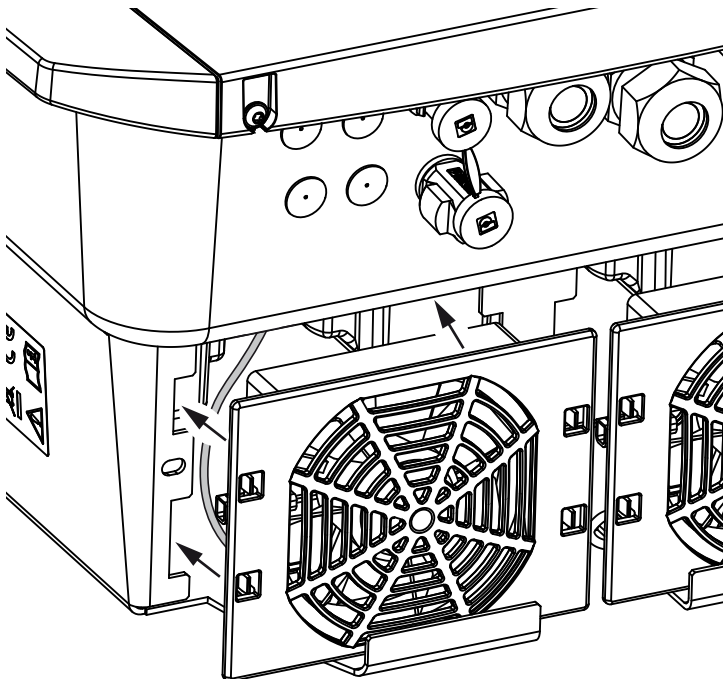

Abb. 56: Lüftereinbau
- dass der Lüfter richtig in den Lüfterrahmen eingebaut wurde (Luftstromrichtung).  **Abb. 56**